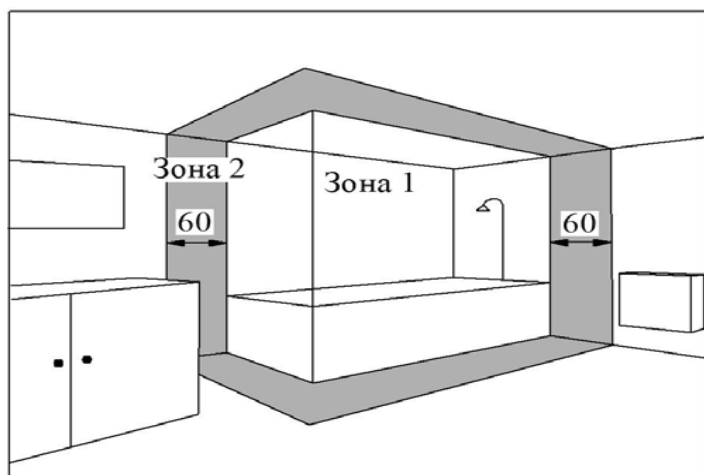

Рис.5
5.6. Данный конвектор допускается устанавливать в ванных комнатах, душевых и бассейнах, при условии, что на прибор не будет попадать вода (см. Рис.5).